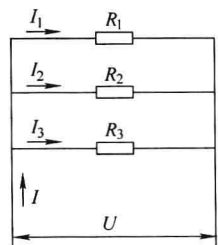

图 1-8 电阻并联电路
2. 并联电路 连接时，头头相连、尾尾相连，如图 1-8 所示。